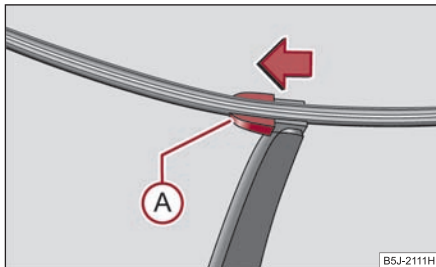

Fig. 58 Balai d'essuie-glace pour lunette arrière
- Ecartez le bras d'essuie-glace de la vitre et positionnez le balai à angle droit par rapport au bras d'essuie-glace ⇒ fig. 58.
- Avec l'autre main, déverrouillez la sûreté (A) dans le sens de la flèche et retirez le caoutchouc.